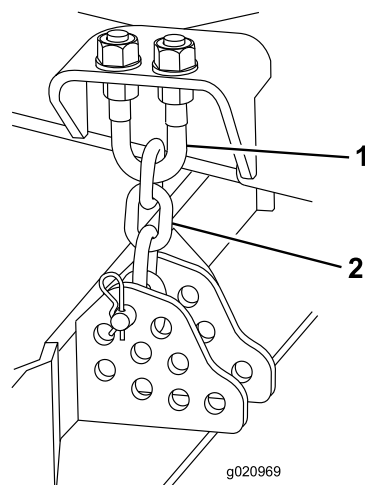

Figura 102
1. Desaperte as porcas de retenção na zona superior ou inferior da cavilha em U da correia da altura de corte (Figura 102).